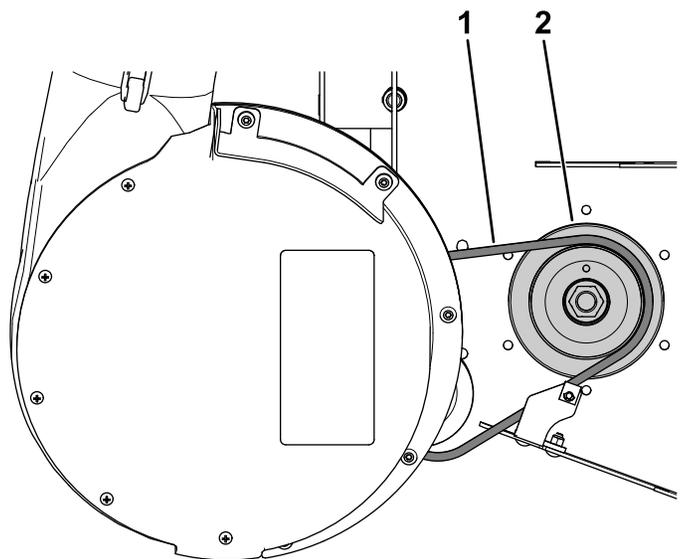

Figura 46
- Tire hacia atrás de la polea tensora tensada con muelle y pase la correa del soplador alrededor de la polea motriz (Figura 46).